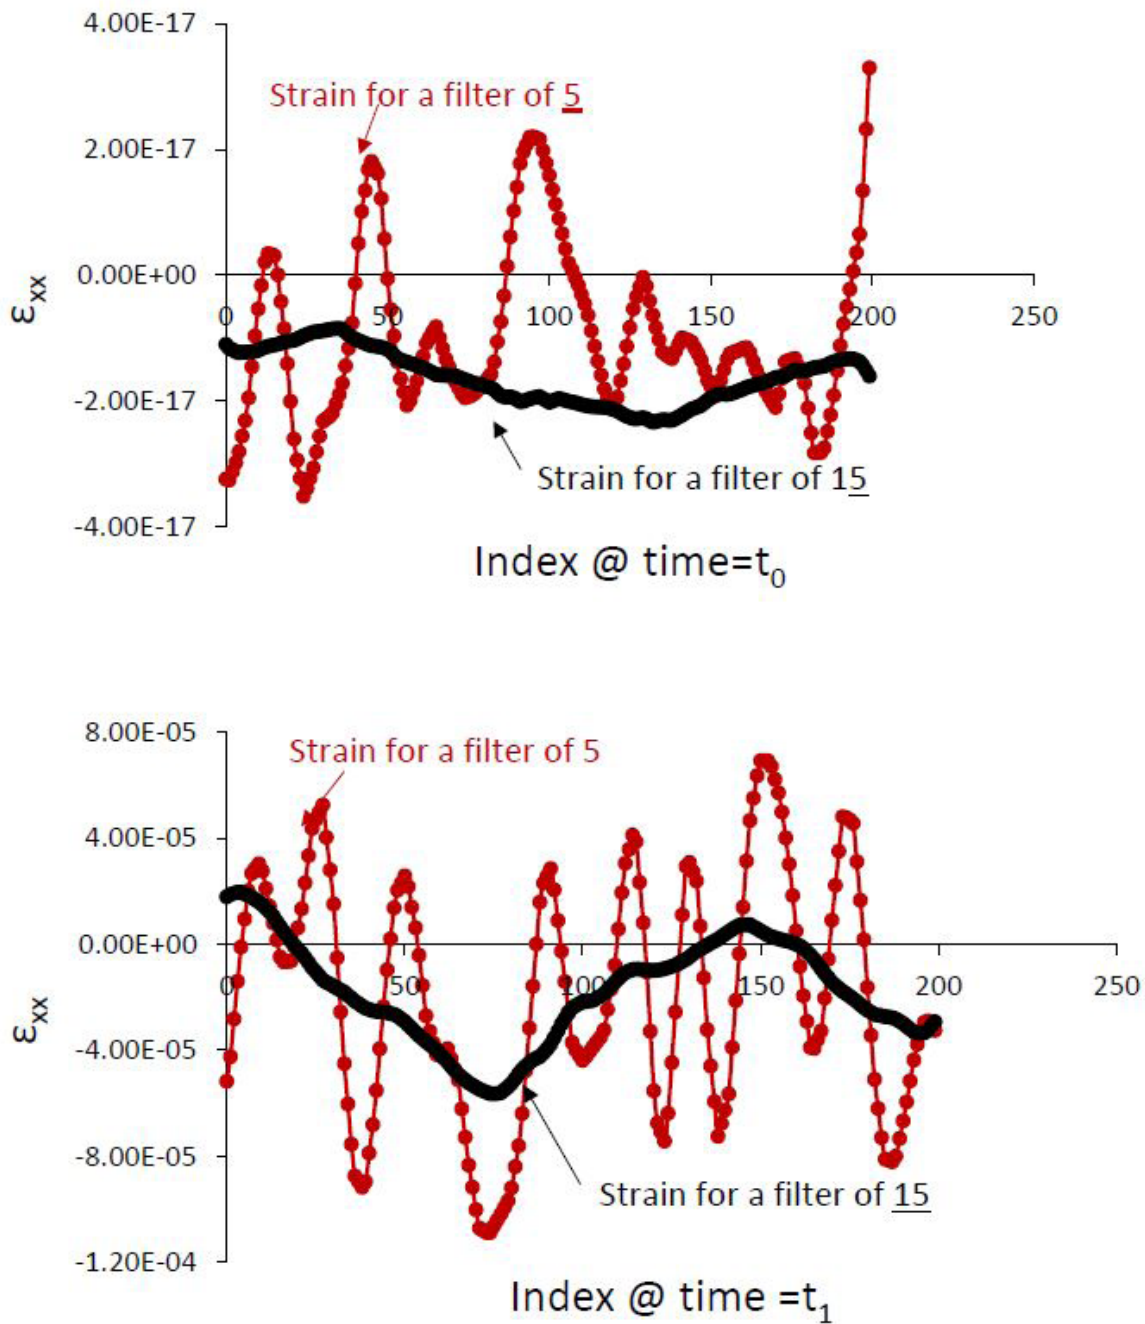

图11:用不同的过滤器在ROI中心沿x轴的应变
- 使用过滤器大小为5对 ϵ_{xx} 进行重复分析,并将结果绘制在同一折线图上:应变 ϵ_{xx} 在过滤器大小为5和15时的典型图如下图11所示